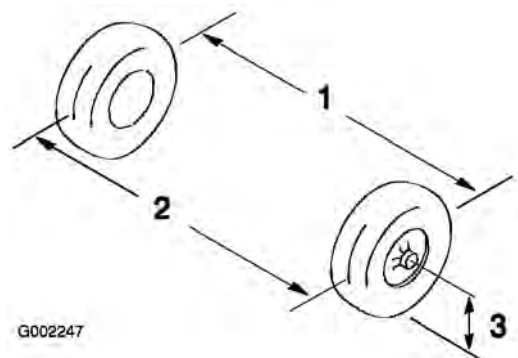

Figura 50
2. Misurate la distanza tra i pneumatici anteriori all'altezza dell'assale, davanti e dietro le ruote anteriori (Figura 50).